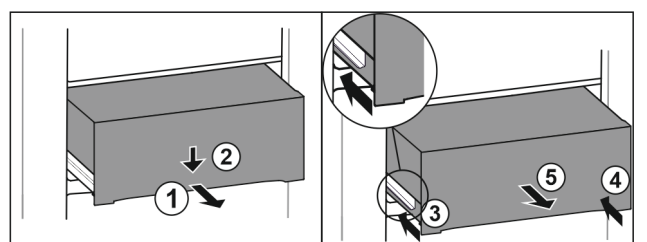

Fig. 139
- ▶ Витягніть ящик на половину. Fig. 139 (1)
- ▶ Спрямуйте висувний ящик вниз спереду. Fig. 139 (2)
- ▶ Вставте ліву рейку приблизно на 2 см. Fig. 139 (3)
- ▶ Вставте праву рейку приблизно на 2 см. Fig. 139 (4)
- ▶ Вийняти висувний ящик рухом вперед. Fig. 139 (5)